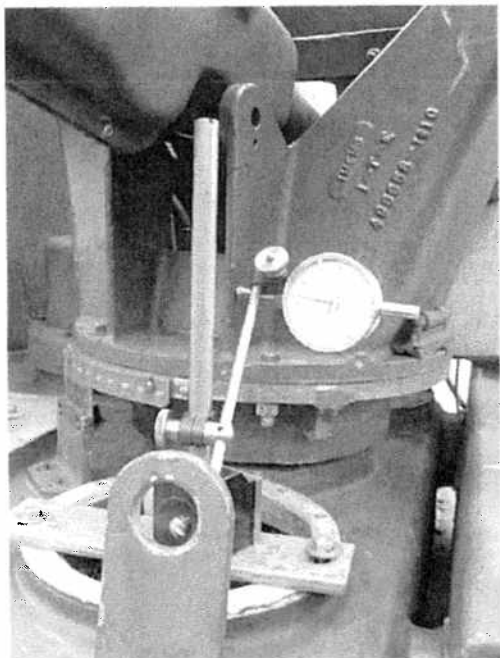

Bild 7.
- Ställ magnetstativet på plattan och arrangera mätklockan enligt bild 7.